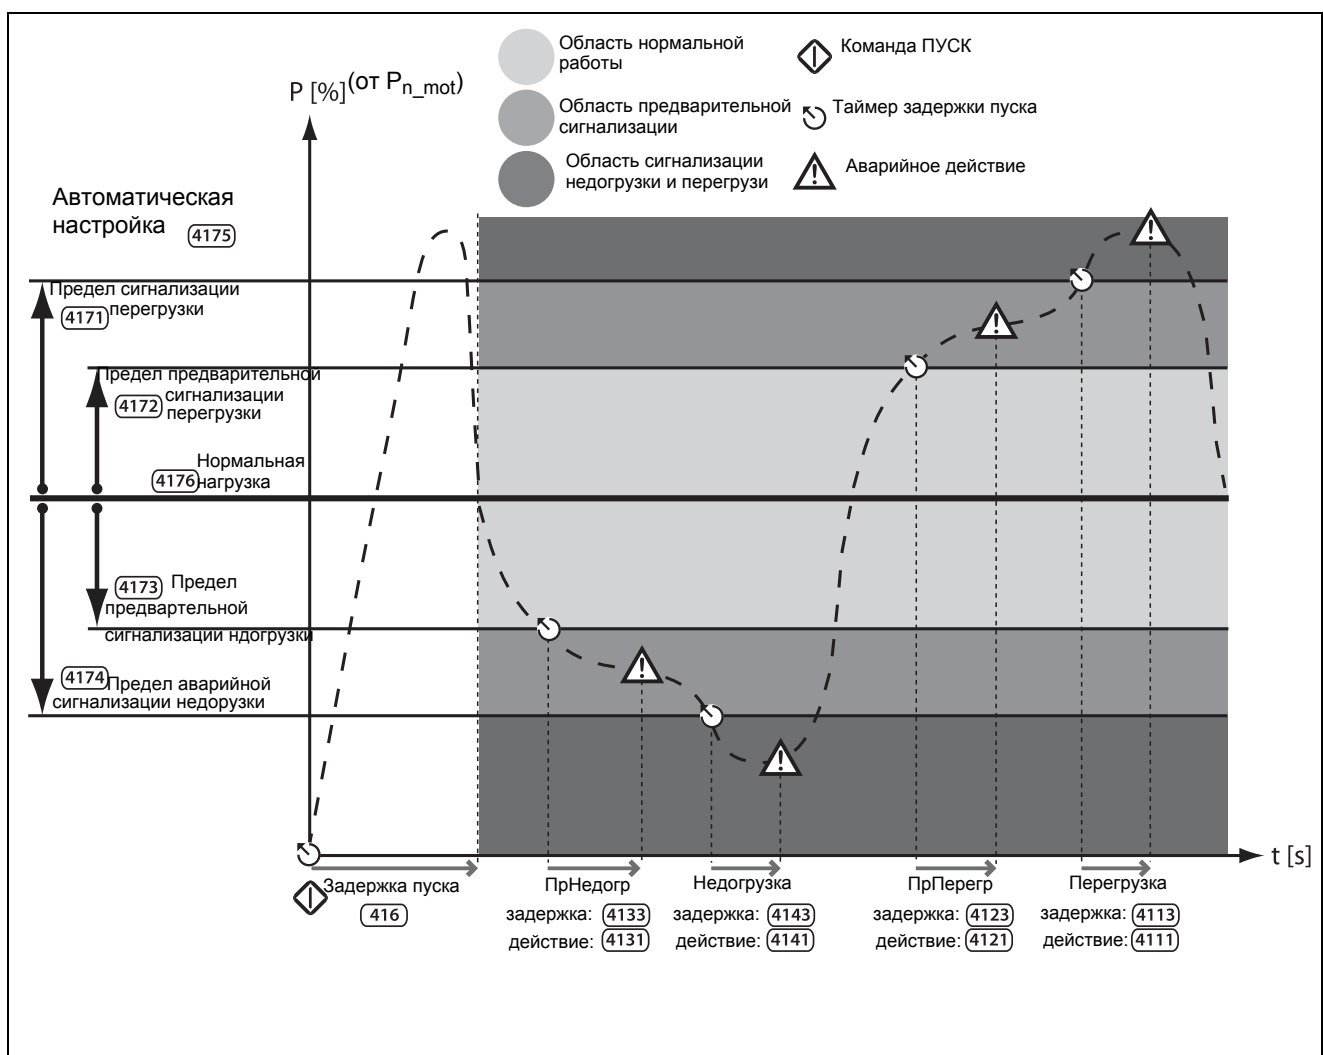

Рис. 41 Пределы сигнализации монитора нагрузки при автонастройке.
2. Конфигурация «Автонастройка», при которой уровни сигнализации устанавливаются автоматически, исходя из принципа «Нормальная нагрузка» + четыре предела сигнализации (Рис. 41).
См. Рис. 41. Самый быстрый способ адаптировать монитор к различным ситуациям нагрузки — это использовать функцию «Автонастройка», которая автоматически применяет четыре «Предела сигнализации» к зарегистрированному уровню «Нормальной нагрузки» во время работы двигателя. Пределы сигнализации устанавливаются как определенный процент, который складывается с «Нормальной нагрузкой» или вычитается из нее, при этом под «Нормальной нагрузкой» понимается мощность на валу при нормальных условиях работы. См. расчеты в Таблица 28, стр. 115. «Нормальная нагрузка» представляет собой процент от номинальной мощности двигателя (то есть 100-процентная нормальная нагрузка равна мощности двигателя, заданной в меню [223]).